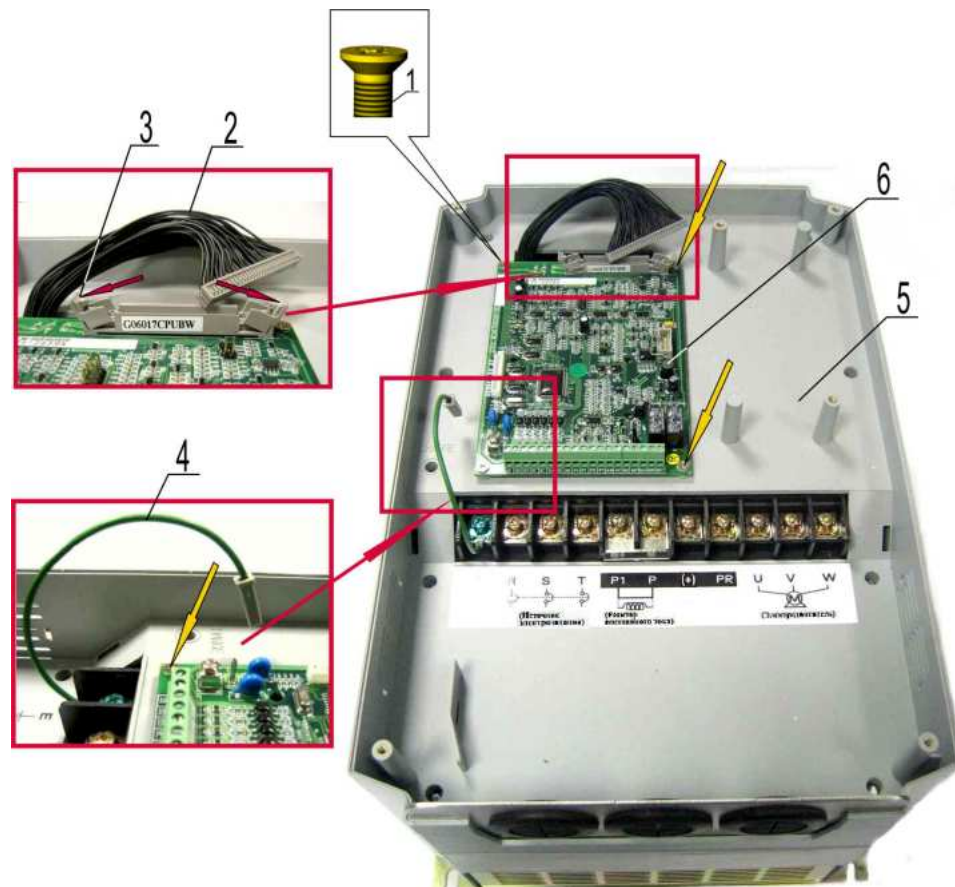

Рис. 6.4
6.4.1. Отжать в стороны фиксаторы разъёма 3 на плате 6, отсоединить разъем жгута 2 (рис. 6.4). Место приложения усилия рукой показано красными стрелками.
6.4.2. Отсоединить провод заземления 4 от контакта Е на плате ЦП (рис. 6.4).
6.4.3. Выкрутить четыре винта 1 (рис. 6.4, желтые стрелки) крепления платы 6 к средней части корпуса 5. Демонтировать плату ЦП. Положить плату ЦП и винты в тару.